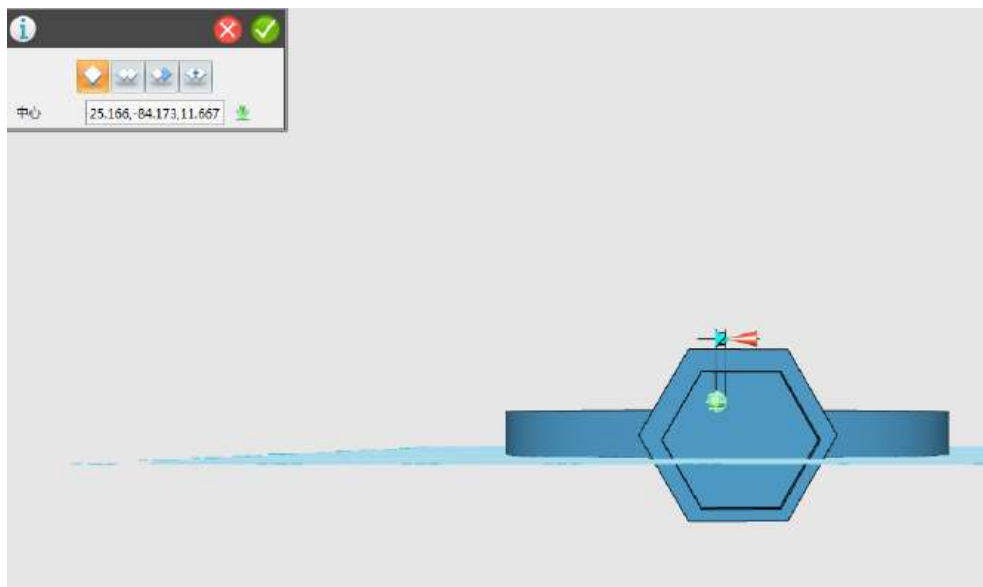

图 1-13
Step 13 创建一个球体。在内六边形中，使用球体命令 ，创建一个球体。视图模式下，点击放大镜，视图就可以放大。如下图 1-13 所示：